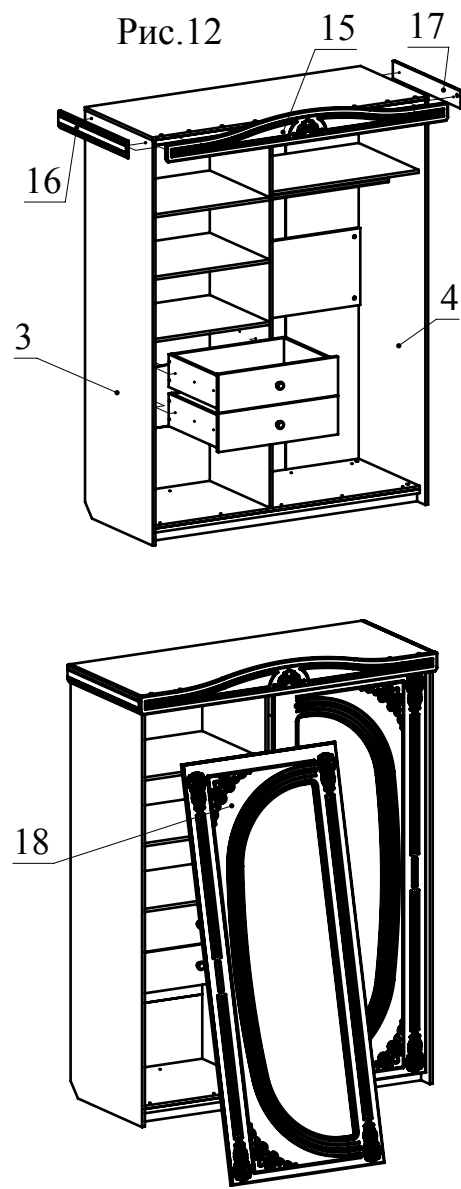

Рис.14
12. Заведите дверь 18 во внутрь шкафа. Вставьте салазки во второй паз нижней направляющей, а ролики в первую паз верхней направляющей (Рис. 14)